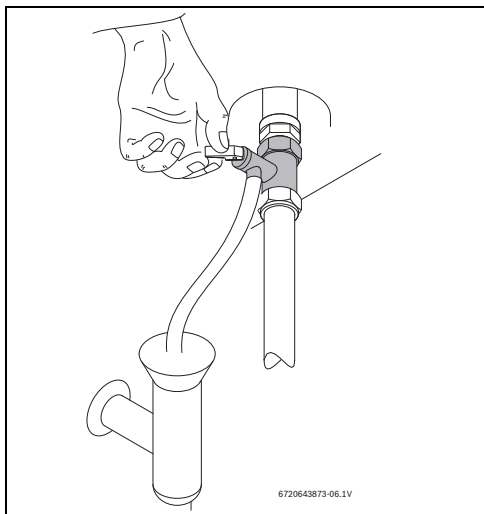

Fig. 15 Ouverture manuelle de la soupape de sécurité
- ▶ Ouvrir la soupape de sécurité (fig. 15).
- Ouvrir la soupape de sécurité au moins une fois par mois (→ fig. 15).